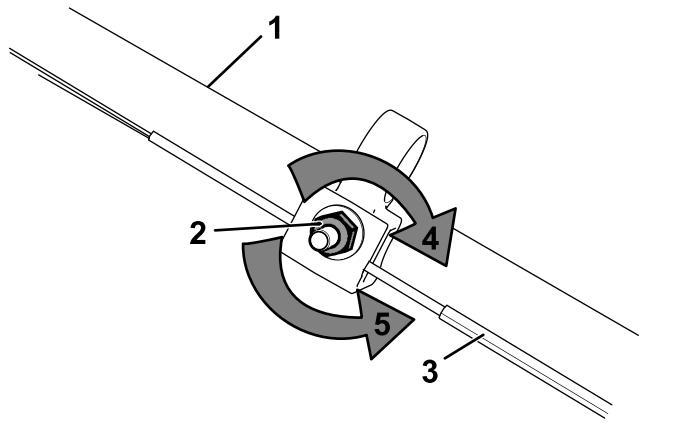

Рисунок 34
- Поверните регулировочную гайку против часовой стрелки, чтобы ослабить натяжение троса (Рисунок 34).
- Отрегулируйте натяжение троса (Рисунок 34), потянув его назад или вперед, затем удерживайте в этом положении.